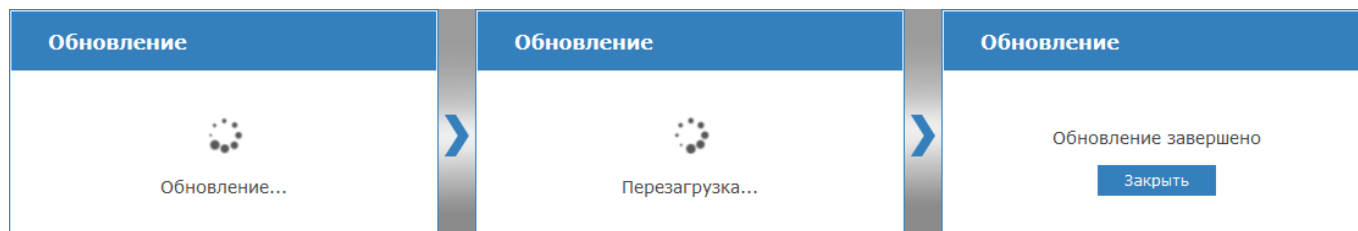

Рисунок 9.46 — Три шага обновления программных средств
3. Будет выполнена процедура обновления с последующей перезагрузкой. По завершении нажмите на кнопку **Заккрыть** (рисунок 9.46).